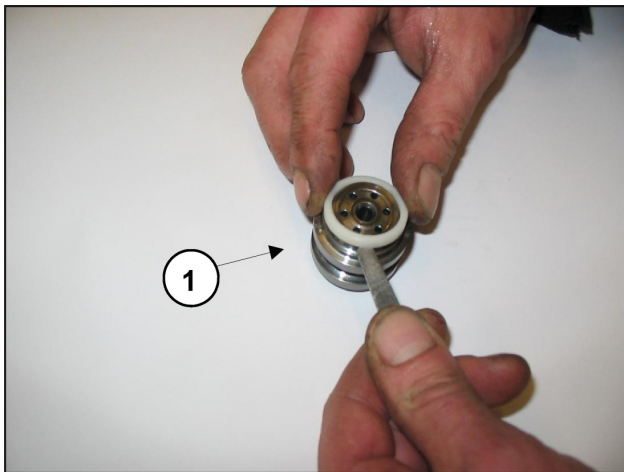

Fig. 25
- Extraia os locais da válvula ①, conforme indicado na Fig. 25, verifique o estado de desgaste dos vários componentes e, se necessário, execute eventuais substituições.